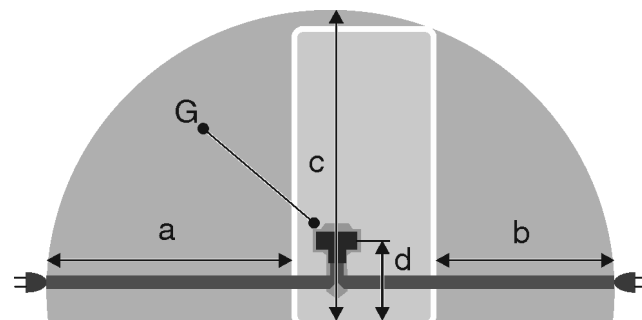

Fig. 30 *
- Розетка находится не за устройством, а в зонах а или b Fig. 30 (a, b, c).
- Штекер устройства Fig. 30 (G) подсоедините с задней стороны устройства. Следите за правильной фиксацией.